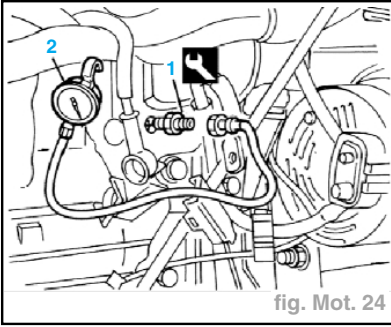

fig. Mot. 24
- Dévisser et déposer l'interrupteur (2) du témoin de pression d'huile.
- Monter le raccord (1) 1.860.969.000 à la place de l'interrupteur de pression d'huile moteur insuffisante (fig. Mot. 24).
- Relier le manomètre (2) au raccord.